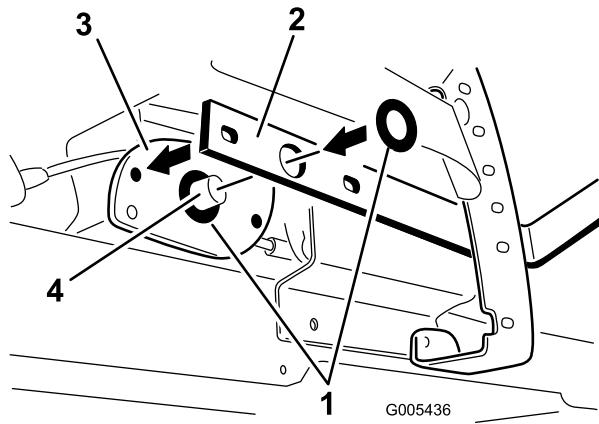

Bild 3
- Setzen Sie eine Druckscheibe über die Schwenkstange am Hubhebel (Bild 3). Montieren Sie den Hubarm und die Scheibe wieder an der Vorderseite des Hubhebels. Decken Sie den Hubarm mit der anderen Druckscheibe ab.